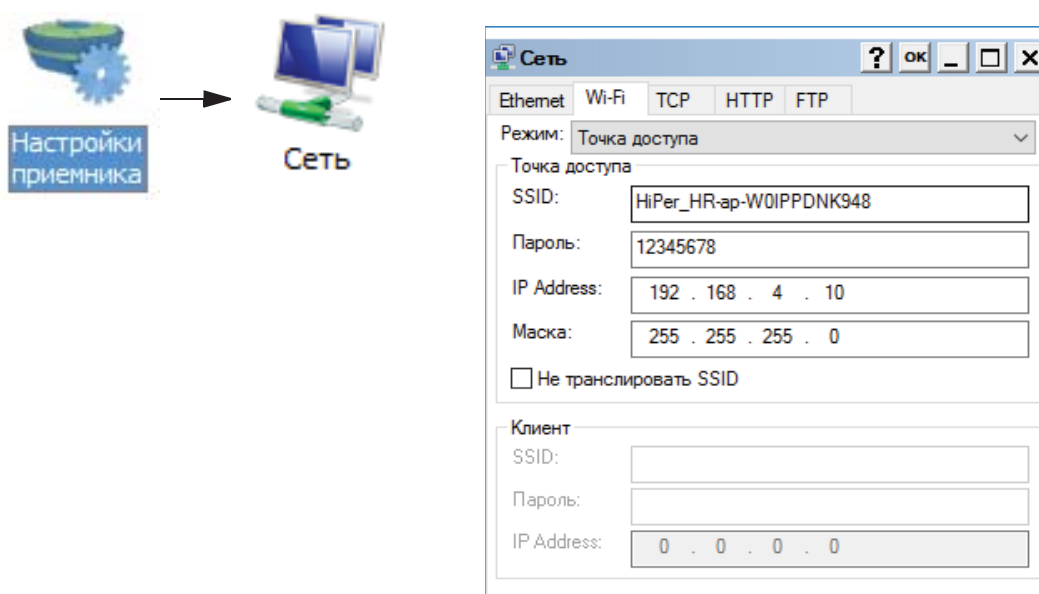

Рис. 29: TRU – сетевые параметры приёмника, закладка Wi-Fi
- В окне настроек приёмника нажмите значок **Сеть**. Открывается диалоговое окно **Сеть** (Рис. 29).
- В окне настроек приёмника в программе TRU нажмите на значок **Сеть**. Откроется диалоговое окно **Сеть** (Рис. 29).